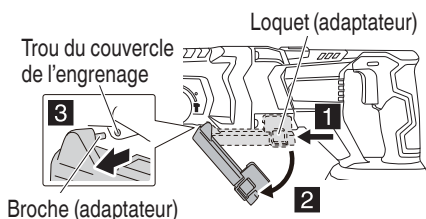

Fig. 8
- (2) Appuyez sur les loquets des deux côtés et retirez la broche du trou pour retirer l'adaptateur. (Fig. 8)